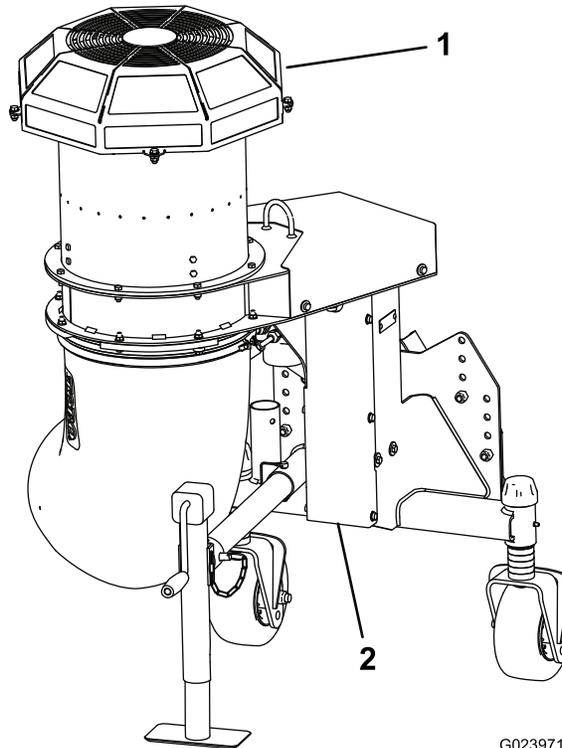

Bild 18
**Wichtig:** Betreiben Sie die Maschine nicht ohne den Kühler- und Getriebeschutzvorrichtung (Bild 18).